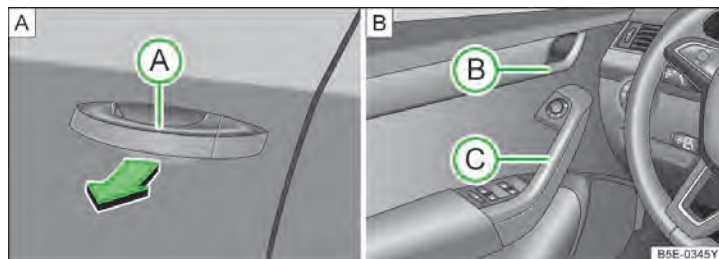

图 45 打开或关闭车门
- ▶ 从车外打开车门，解锁车辆并按照箭头方向拉动车门把手 **A** ▶ 图 45。